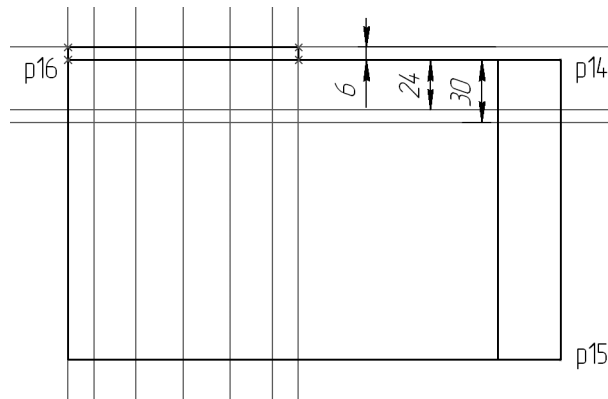

Рис. 51.55.
2. Постройте ломаную линию из трех отрезков, как это показано на рис. 51.55. Построение начните от точки p16.